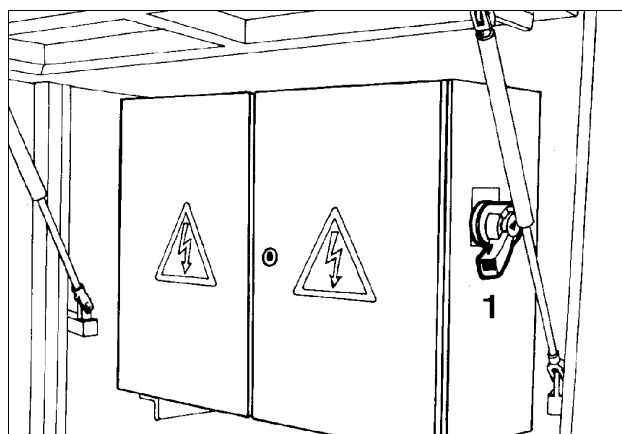

Fig. 3
- Antes de poner fuera de funcionamiento la máquina durante un período prolongado, ponga el interruptor principal 1 (Fig. 3) en la posición "0".